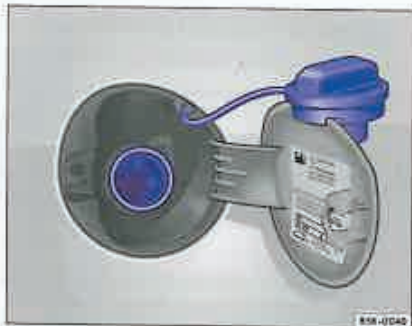

Fig. 3 Clapeta rezervorului deschisă; capacul rezervorului agățat de clapetă.
- Agățați capacul de clapetă ⇒ **fig. 3.**